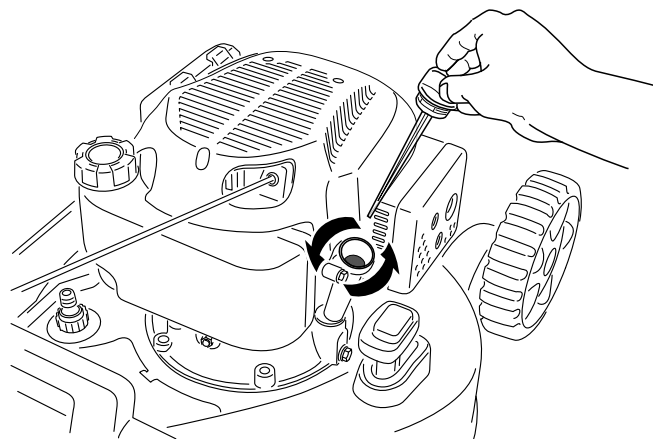

Figura 25
3. Retire la varilla girando el tapón en el sentido contrario a las agujas del reloj y tirando del mismo (Figura 25).
- Ponga la máquina de lado (de modo que el filtro de aire quede hacia arriba) para drenar el aceite usado a través del tubo de llenado de aceite (Figura 25).